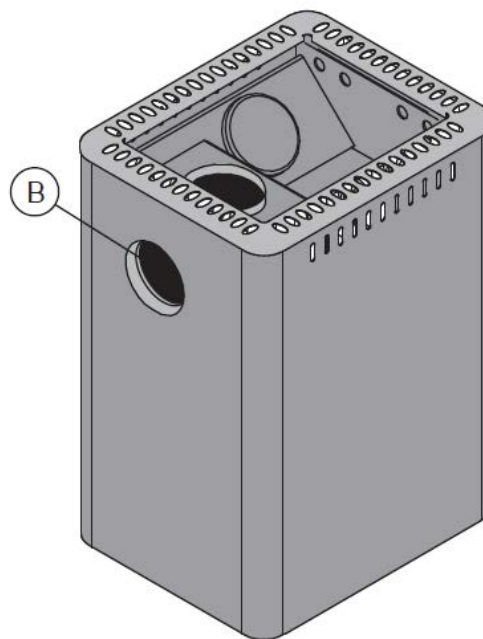

Abbildung 19: hintere Anschlussöffnung des Holzofens
1. Prüfen Sie, ob die hintere Anschlussöffnung (B) des Holzofens verschlossen ist (siehe Abbildung 19). Diese muss verschlossen sein, ansonsten kann Rauch in die Sauna gelangen, was zu Personenschäden führen kann.